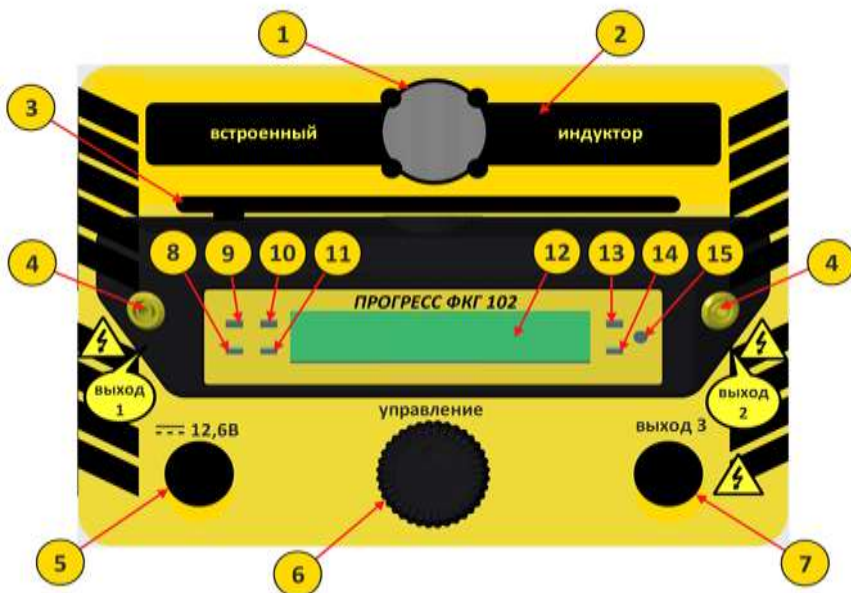

Рисунок 1
4.2 Установите генератор на удобную поверхность. Подсоедините кабель внешнего питания. Это может быть переносной аккумулятор или клеммы штатного аккумулятора 12В транспортного средства. Соблюдайте полярность подключения. В случае неверной полярности при подключении, повреждения генератора не произойдёт, устройство не включится, при этом будет светиться индикатор 9, рисунок 1. Достаточно сменить полярность на правильную и произвести повторное подключение.
4.3 Включите генератор удерживая кнопку валкодера до появления информации на матричном дисплее 12, рисунок 1. Оператор увидит первый пункт меню – индикатор сопротивления. Если к генератору не подключена внешняя нагрузка, то индикатор будет показывать сопротивление >5000 Ом. В этом случае работа генератора будет вестись на встроенный индуктор и в поле выбора частот будут представлены только две заранее установленные частоты, между которыми можно переключаться, но нельзя изменять. Если к генератору будет подключена внешняя нагрузка, то индикатор покажет фактическое сопротивление нагрузки.
4.4 Произведите соединение генератора со штырём местного заземления, соединив первый проводник из комплекта с одной из однополюсных розеток 4, рисунок 1, другой конец проводника присоедините к штырю.
ма типа «крокодил». При надёжном контакте будет загораться индикатор 14, рисунок 1.